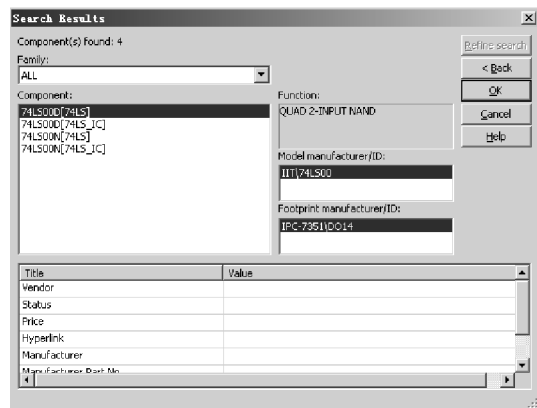

图 2-68 搜索结果对话框
(3) 单击  按钮开始查找，查找结束后自动弹出搜索结果对话框，如图 2-68 所示。
(4) 从搜索结果中选中所需的元器件，单击  按钮，弹出元器件浏览对话框并自动选中该元器件，再次单击  按钮，即可将其放置在电路工作区中。